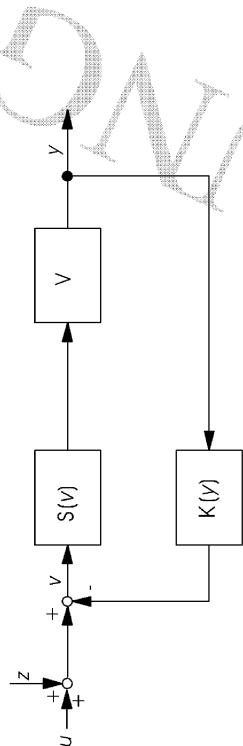

Bild 3: Superponierende Störgröße bei Gegenkopplung
e) In Abbildung 3 ist die Gegenkopplung mit superponierender Störgröße dargestellt.